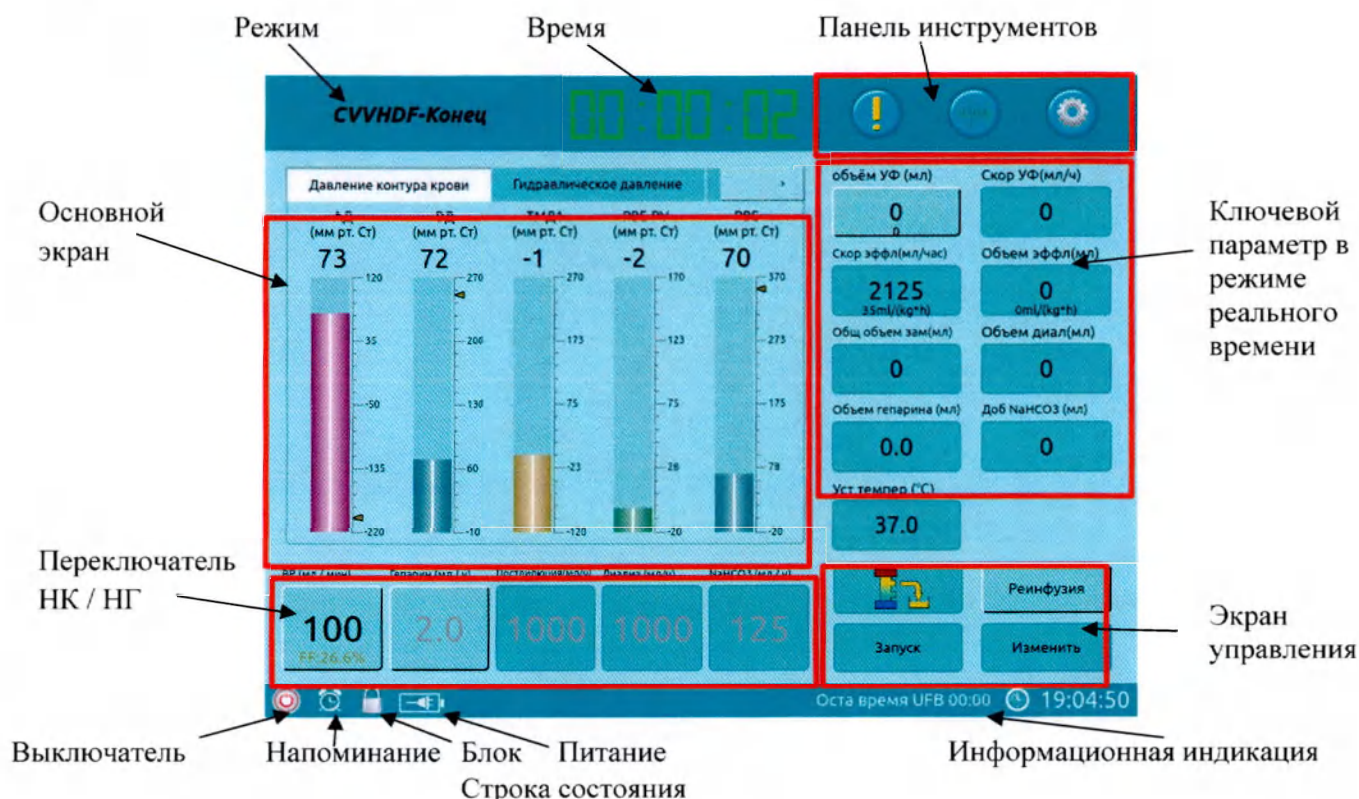
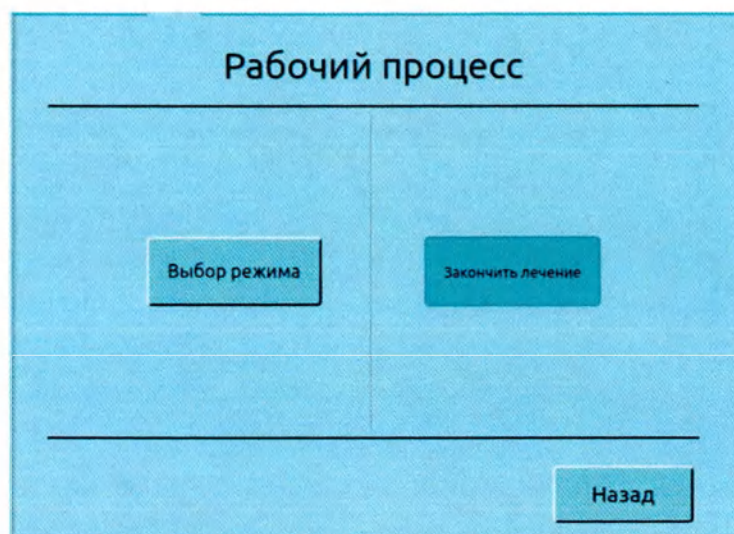

Рис. 7-1. Интерфейс терапевтической процедуры
Рис. 7-2. Интерфейс переключателя режимов
После завершения заполнения экстракорпоральных контуров устройство переключается на интерфейс подготовки к терапевтической процедуре, в котором можно задать параметры терапевтической процедуры и параметры контроля, и начать терапевтическую процедуру. См. рис. 7-1, интерфейс подготовки к терапевтической процедуре включает в себя 9 элементов, а описание функций каждого элемента выглядит следующим образом:
- ❖ **Рабочий режим** — показывает режим терапевтической процедуры в режиме реального времени и статус аппарата, статусы включают в себя: «Prepare (Подготовка)», «Proceed (Запуск)» и «End (Окончание)». На рис. 7-1 показано, что устройство готово к терапевтической процедуре ПВВГДФ.
Нажмите кнопку рабочего режима, показанную на рис. 7-1, включится интерфейс переключения режимов, как показано на рис. 7-2, присутствуют два режима для выбора.